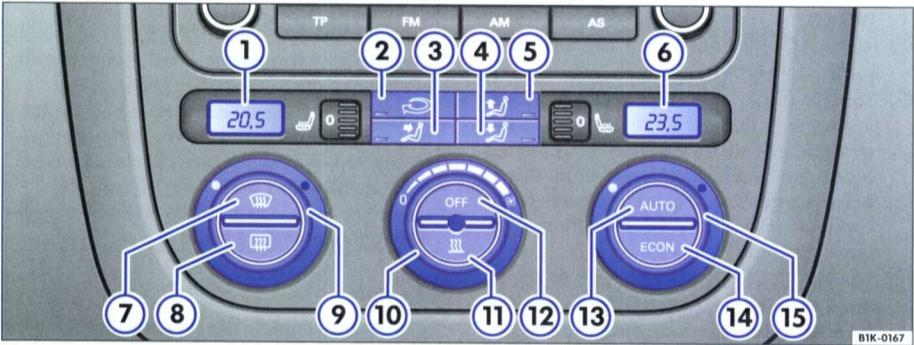

Fig. 88 Sur la console centrale : éléments de commande du Climatronic
– Tournez le régulateur de température ⇒ fig. 88 ⑨ ou ⑮ pour régler la température du côté gauche ou droit.
– Lorsque vous appuyez sur l'une des touches ② à ⑤, la fonction correspondante est activée. Le témoin intégré à la touche s'allume lorsque la fonction est activée. Pour désactiver la fonction, réappuyez sur la touche.
- Appuyez sur la touche **[AUTO]** ⇒ page 93, fig. 88. Le témoin intégré à la touche s'allume.